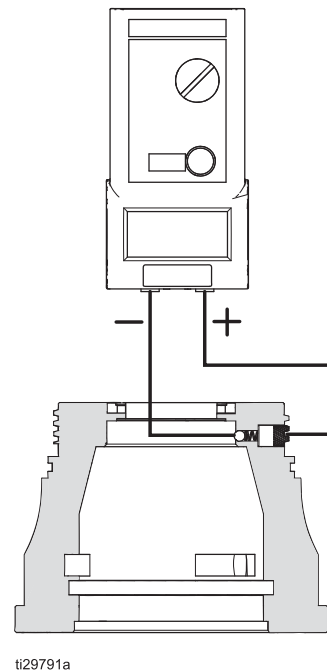

Рис. 23. Сопротивление переднего корпуса
3. Если сопротивление менее 0,1 МОм, выполните повторную сборку и проверку всего аппликатора. Убедитесь, что пружинные контакты чистые и касаются соприкасающихся поверхностей. См. Рис. 23.